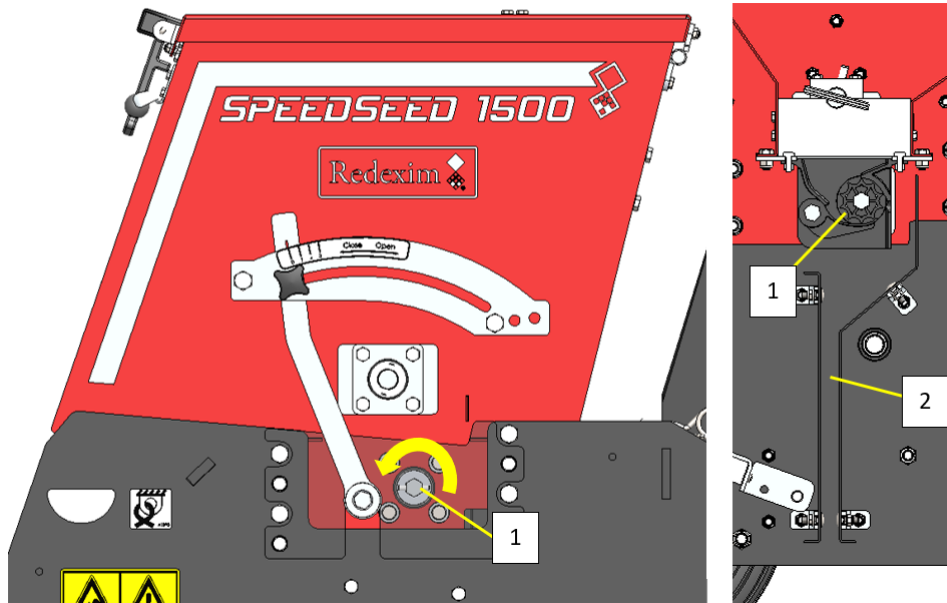

Fig. 5-1
Når beholderen er tom, skal akslen (1) kunne rotere med en skruenøgle uden for stor kraft. Drej akslen i pilens retning. (Se fig. 5-1)
- Kontroller, at såsædskanalen (2) ikke er blokeret. (Fig.5-1)